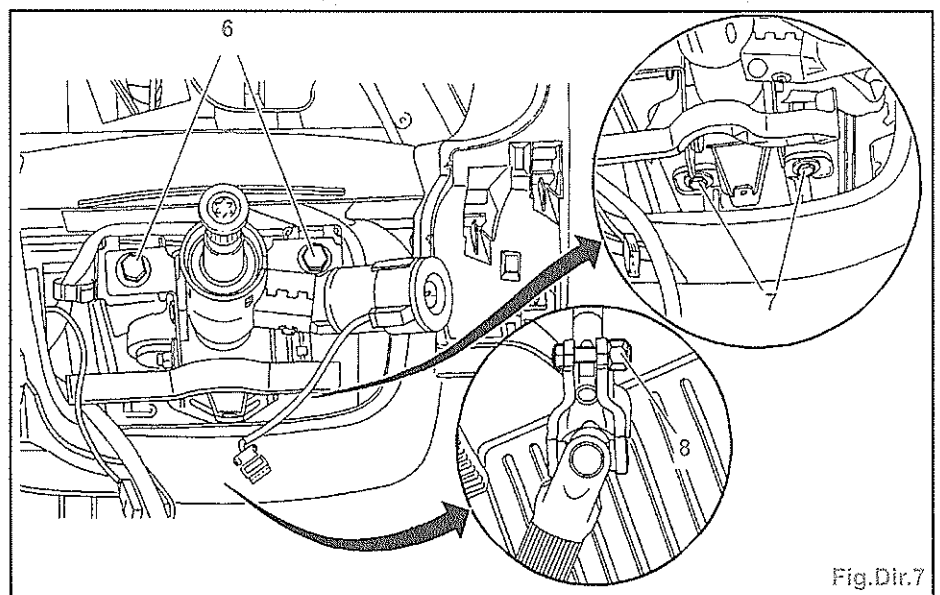

Fig.Dir.7
- le connecteur (4),
- le connecteur (5).
- Déposer (Fig.Dir.7) :
- la vis (8),
- les vis (7),
- les vis (6).